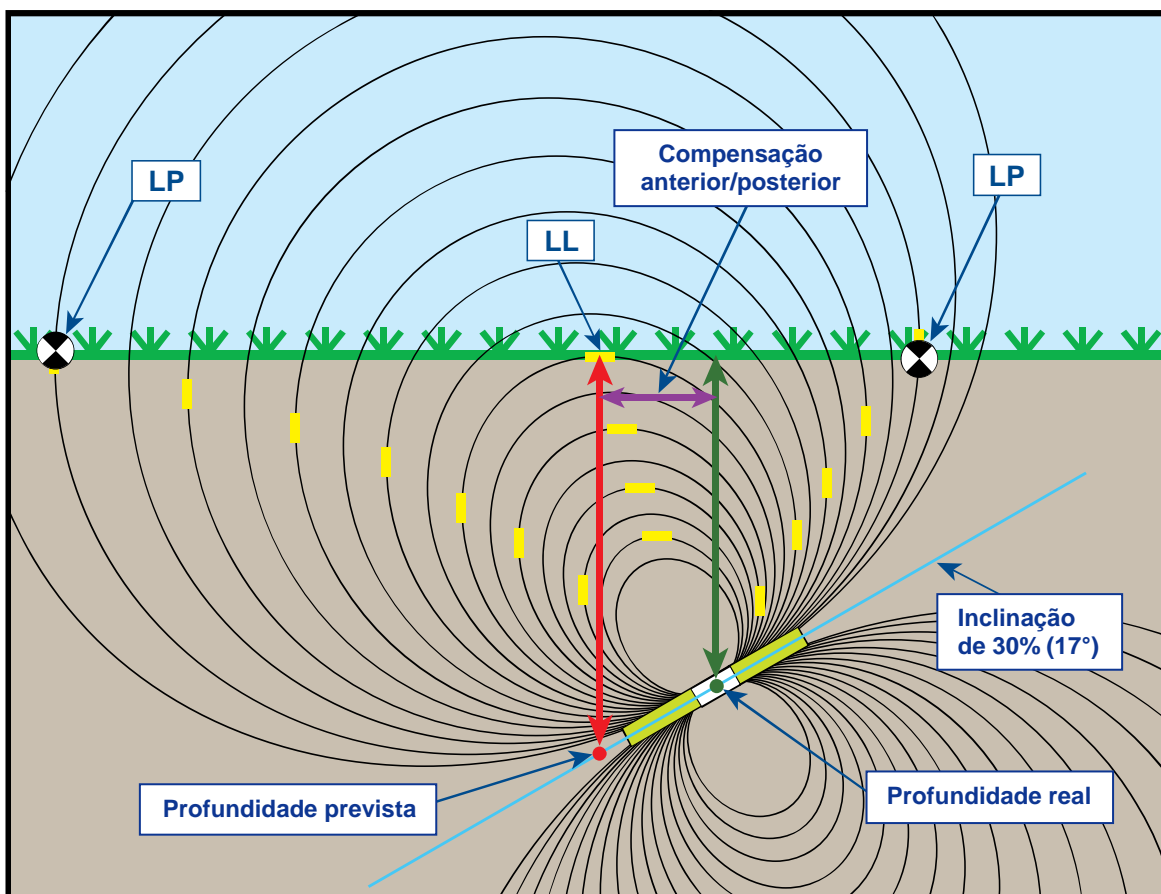

Figura B2. Profundidade prevista versus profundidade real e compensação anterior/posterior quando íngreme e profundo
A profundidade prevista e compensação anterior/posterior, mostradas na Figura B2, devem ser consideradas quando o transmissor estiver íngreme e/ou profundo. Veja as tabelas fornecidas mais adiante neste apêndice (Tabelas B1 e B2) para determinar a profundidade real e compensação anterior/posterior quando souber a profundidade exibida (prevista) e a inclinação do transmissor.
A Figura B2 acima mostra um transmissor posicionado em uma coluna de perfuração, cujo objetivo é ilustrar a perfuração seja em inclinação positiva ou negativa - a inclinação é positiva se estiver perfurando da esquerda para a direita e, negativa se estiver perfurando da direita para a esquerda. O campo de sinal do transmissor também é inclinado no mesmo ângulo do transmissor. A linha de localização (LL), que fica onde se mede a profundidade, é a componente horizontal das linhas de fluxo do campo de sinal do transmissor. Isto é, a LL se encontra onde as linhas de fluxo são horizontais, como ilustrado, com linhas amarelas horizontais curtas, na figura abaixo.
Os pontos de localização (FLP e RLP) também são mostrados na Figura B2. Estes pontos localizam-se nas componentes verticais do campo de sinal, como ilustrado com linhas amarelas verticais curtas na figura acima. Observe que os pontos de localização não estão à mesma distância da LL quando o transmissor está inclinado. Novamente, esta situação requer compensação para a profundidade prevista e compensação anterior/posterior.